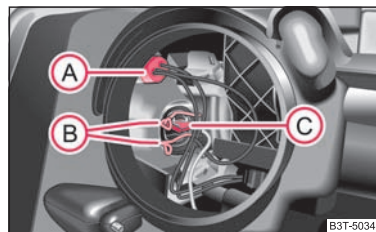

Abb. 211 Ausbau der Lampen für Stand- und Fernlicht
- Nehmen Sie die Fassung (A) heraus ⇒ Seite 256, Abb. 211.
- Drücken Sie die Federdrahtbügel (B) ⇒ Seite 256, Abb. 211 zusammen und hängen Sie diese zur Seite aus.
- Nehmen Sie die Fassung (C) heraus ⇒ Seite 256, Abb. 211.